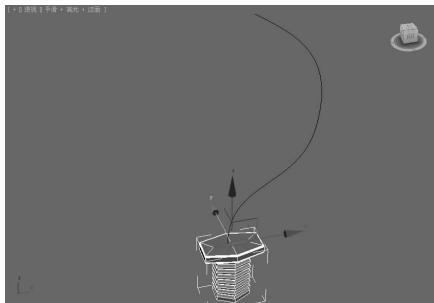
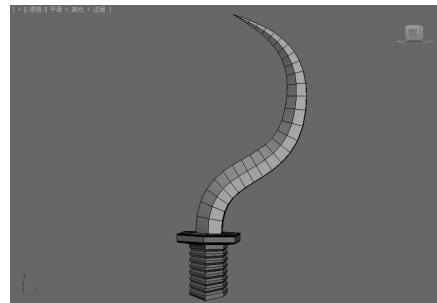

图 5-47 选中的多边形和样条线 ▲
图 5-48 沿样条线挤出的多边形 ▲
- 沿样条线挤出：可以沿着样条线的形状挤出选中的多边形。单击右边的  按钮后，在弹出的“沿样条线挤出多边形”对话框中设置挤出多边形的分段、锥化等。如图 5-47 所示为选中的多边形和创建完成的样条线，如图 5-48 所示为该多边形沿着样条线挤出并设置部分参数后的效果。